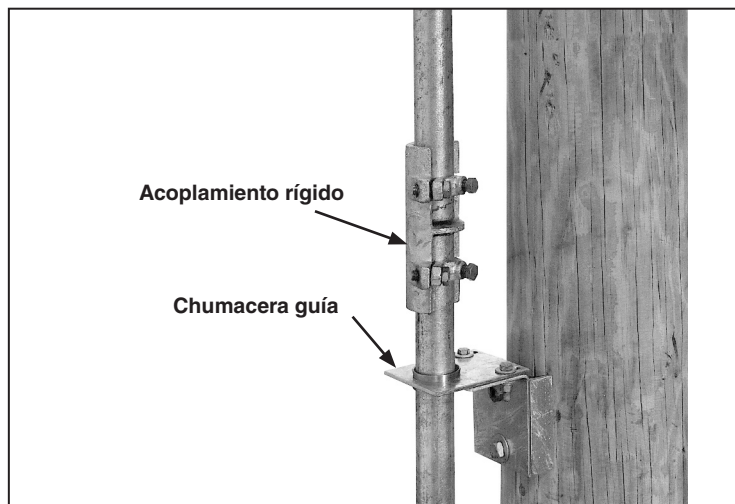

Figura 22. Instalación de la chumacera guía para la sección adicional del tubo.
**PASO 17.** Instale un conjunto de chumacera guía con cada sección adicional de tubo de operación vertical, posicionado de acuerdo con la dimensión que se muestra en el plano de montaje. Vea la Figura 22. Con estos conjuntos adicionales de chumacera guía no se utilizan chumaceras de impulso. Utilice acoplamientos rígidos para unir estas secciones adicionales de tubo. Asegúrese de que las puntas cortantes de los tornillos perforantes de sujeción no atraviesen el cuerpo de la abrazadera del acoplamiento de tubo.